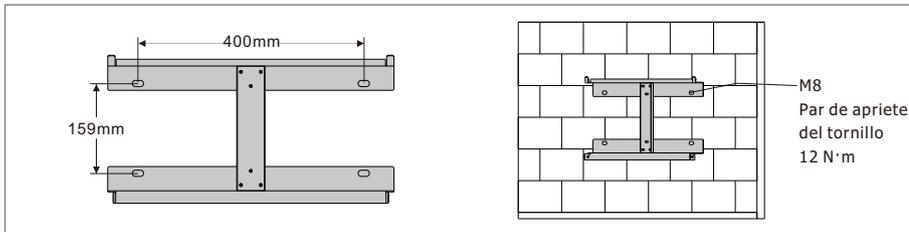

Figura 3.4-1 Instalación de la placa colgante del inversor
Paso 1. Utilice el soporte de montaje como plantilla para perforar 4 agujeros en las posiciones correctas (10 mm de diámetro y 80 mm de profundidad). Utilice tornillos de expansión M8 en la caja de accesorios y fije el soporte de montaje a la pared con un taladro de 12 mm. La instalación del soporte del inversor se muestra en la Figura 3.4-1.